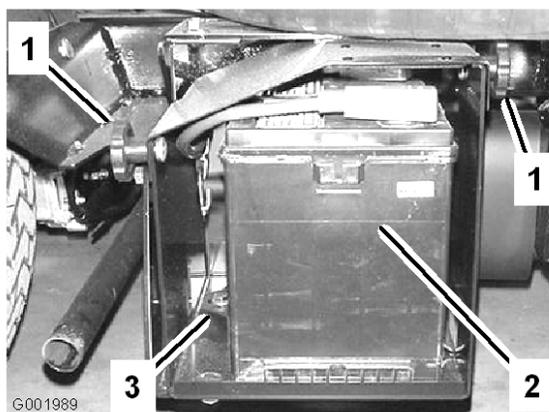

図 55
2. バッテリー・ボックスのノブ(図 55)をゆるめ、カバーを外す。
5. バッテリー・リテーナと固定金具を外す（図 55）。
2. バッテリー押さえを元通りに取り付ける（図 55）。
4. バッテリーカバーを元どおりに取り付けノブで固定する（図 55）。
1. バッテリー・ボックスのノブ（図 55）をゆるめ、カバーを外す。